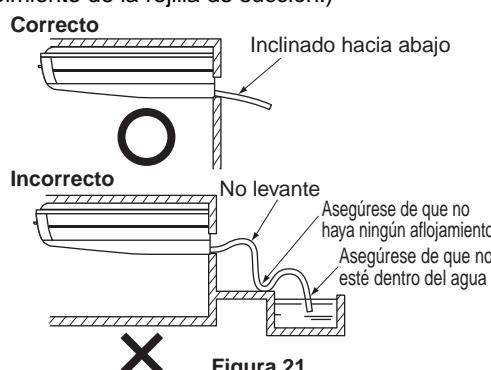

Figura 21
(1) Lleve a cabo las tuberías de drenaje.
- Asegúrese de que la tubería sea corta, tenga por lo menos 1/100 de pendiente, y pueda prevenir la formación de bolsas de aire. (**Vea la Figura 21**)